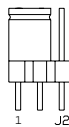

Fig. 5b
3. Déplacer le cavalier J2 (Fig.2) sur sa gauche (Fig.5b).